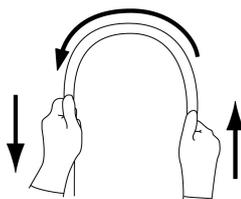

図 2
5. 挿入部を両手で持ち、全長にわたって図 2 に示すように順次半円の頂点をずらすように曲げたときに、適切な軟らかさを有しており、軟らかさが不連続になっているなどの異常がないこと。